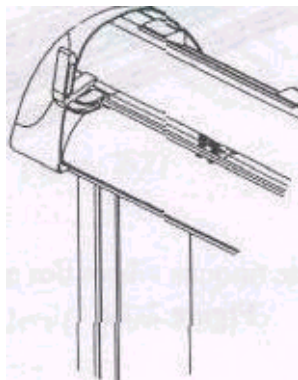

Рис. 2-17
1. Что бы поднимать и опускать прижимные ролики используйте ручку, расположенную в правой верхней части корпуса плоттера. Что бы поднять ролики, потяните ручку вперед до щелчка (рис. 2-17)